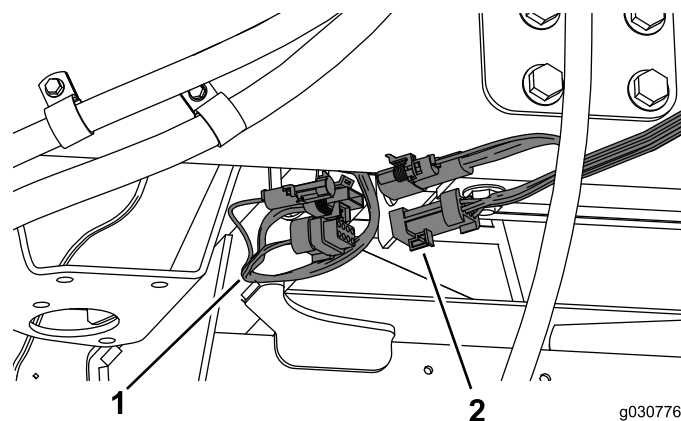

Figure 45
1. Reliez le faisceau de câblage de la cabine au faisceau sur le côté droit de la machine (Figure 45).